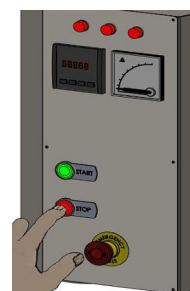

Abb. 24: Ausschalten der Plattensäge
- Schritt 2: Das gewünschte Maß an der Maßskala einstellen und die Platte bis zum Anschlag heranschieben (Abb. 24).